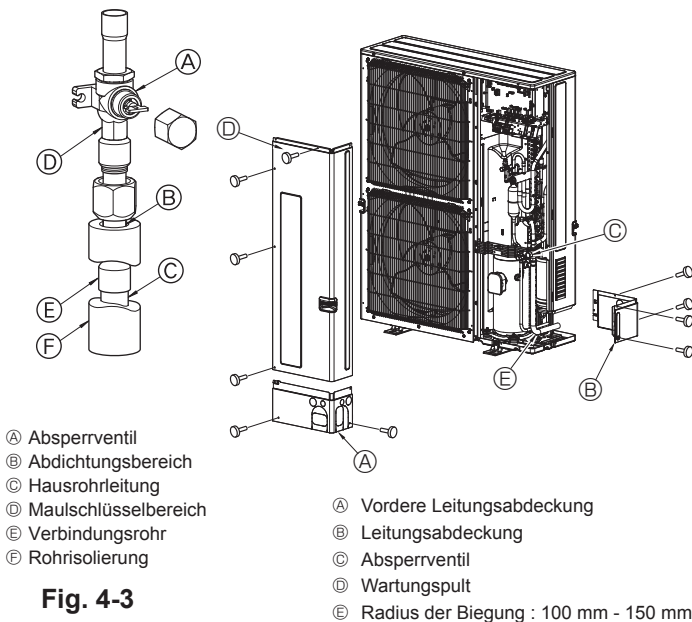

Fig. 4-3
- Gehen Sie wie folgt vor, um die Rohrleitungen der Gasseite anzuschließen. (Fig. 4-3)